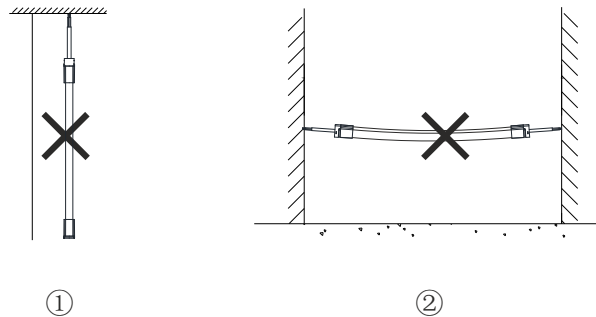

Fig. 5 Unit cutting guide
11. Cutting at wrong location will result in a failure of light! See Fig. 5.
Schneiden an falscher Stelle führt zu Funktionsausfall! Siehe Fig. 5.